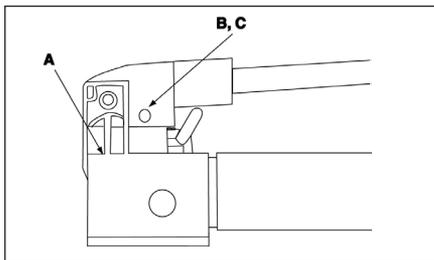

Figura 10
Pentru a prelungi durata de viață a pompei și a îmbunătăți performanța, lubrifiați regulat știftul balansierului (A), știftul transversal (B) și capul pistonului (C), folosind vaselină pentru rulmenți cu role. Consultați Figura 10.